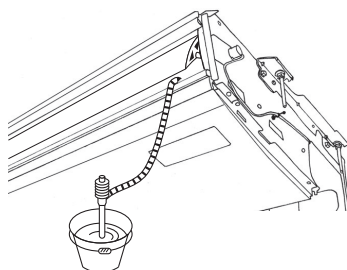

Fig. 5-3
5. Kontroller at avløpet fungerer. (Fig. 5-3)